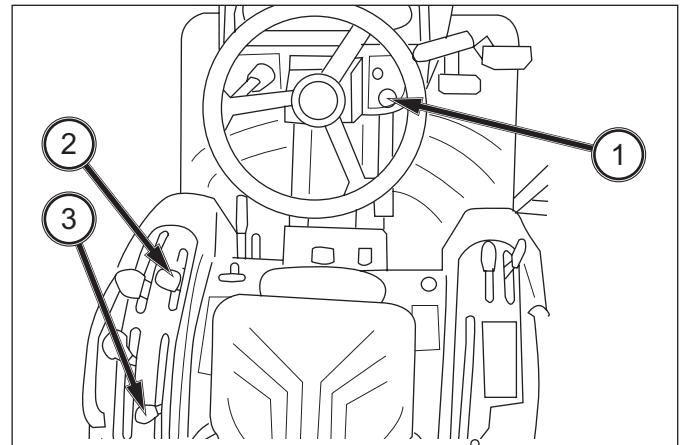

ABB. 83
ABB. 83 und 84: Die hintere und mittlere Zapfwelle wird über den Zapfwellenschalter (1) gesteuert.